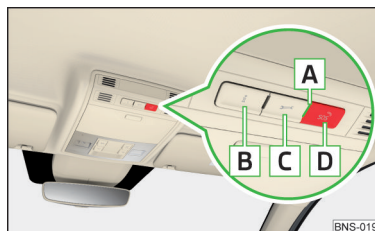

Abb. 157
Kontrollleuchte und Systemtasten » Abb. 157
► Die Taste **B** bzw. **C** » Abb. 157 drücken (der Verbindungsaufbau kann durch erneutes Drücken der Taste **beendet** werden).
Die **Funktion des Systems** wird nach dem Einschalten der Zündung durch Aufleuchten der Kontrollleuchte  angezeigt » Abb. 157.